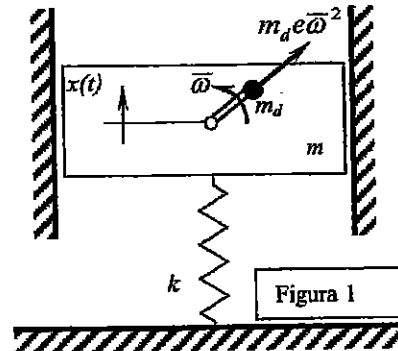

Figura 1
2. Sea el sistema de un gdl de la figura 1, excitado mediante un desequilibrio del eje rotativo: